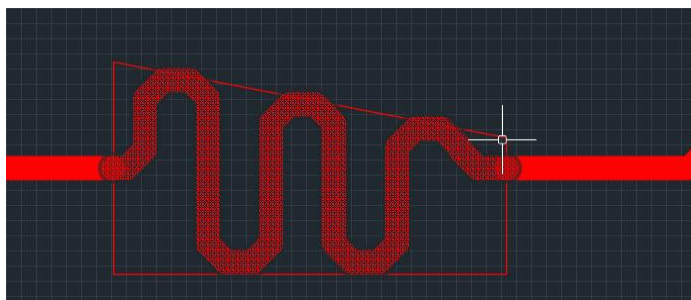

Рис. 275 Изменение геометрии меандра
3. Нажмите левую кнопку мыши и, удерживая ее, переместите курсор, определяя новые границы области размещения, см. Рис. 275. Изменения меандра будут отображаться на экране.